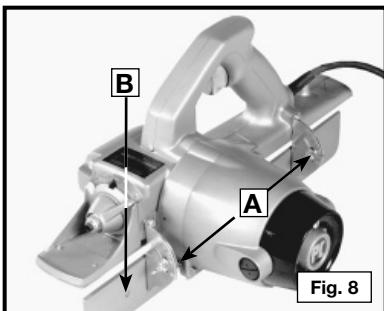

Fig. 8
La cepilladora puede ajustarse rápidamente para hacer cortes exteriores en bisel de 0 a 15 grados y cortes interiores en bisel de 0 a 45 grados. El ajuste de bisel se hace con aflojar las dos tuercas de orejas (mariposas) (A) Fig. 8 en las dos bisagras (charnelas) e inclinar la guía (B) hasta que los índices en las bisagras se alineen con las graduaciones angulares deseadas. Atornille bien las tuercas de orejas (A). Los cortes en bisel se hacen de la misma manera que se hacen los cortes en escuadra. Según lo ancho del bisel, puede ser necesario hacer más de una pasada (corte). Apriete firmemente la suela (solera inferior) y la guía contra el trabajo durante todo el corte. Haga cada corte a lo largo de la tabla.